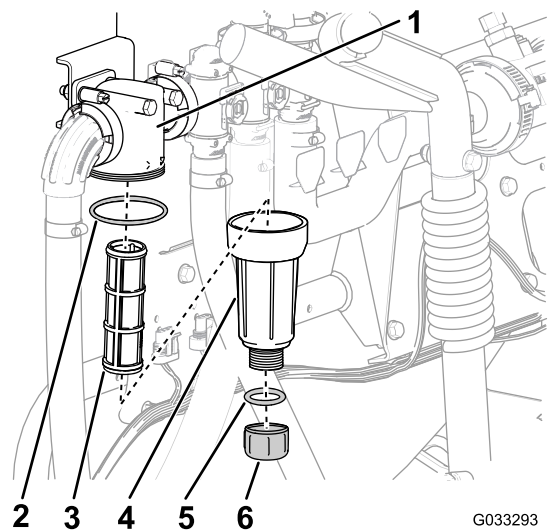

Figura 15
2. Alinhe um recipiente de escoamento debaixo do filtro de pressão (Figura 15).
3. Rode a tampa de drenagem no sentido contrário ao dos ponteiros do relógio e retire-a do recipiente do filtro de pressão (Figura 15).
4. Rode o recipiente no sentido contrário ao dos ponteiros do relógio e retire a cabeça do filtro (Figura 15).
5. Retire o elemento do filtro de pressão (Figura 15).
7. Verifique a junta do tampão de drenagem (localizado no interior do recipiente) e junta do recipiente (localizado no interior da cabeça do filtro) e veja se há danos e desgaste (Figura 15).
8. Instale o elemento do filtro de pressão na cabeça do filtro (Figura 15).
9. Instale o recipiente na cabeça do filtro apertando à mão (Figura 15).
10. Enrosque a tampa de drenagem na união na parte inferior do recipiente e aperte bem a tampa à mão (Figura 15).